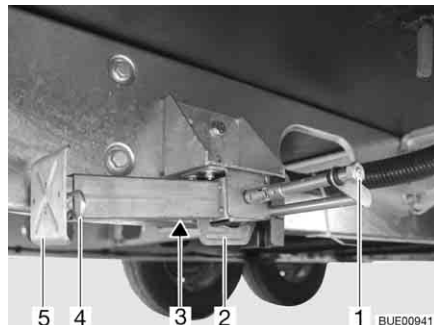

Fig. 34 Apoyo de elevación
- Colocar la llave de vaso en el hexágono (Fig. 34,1) y girarla hasta que el apoyo de elevación quede verticalmente hacia abajo.
- En caso de que la longitud del apoyo de elevación sea ajustable, extraer la clavija hendida (Fig. 34,4) de la prolongación del pie de apoyo (Fig. 34,5).
- Colocar la llave de vaso en el hexágono (Fig. 34,1) y girarla hasta que el apoyo de elevación esté de nuevo libre del suelo.
- Introducir totalmente la prolongación del pie de apoyo (Fig. 34,5) e introducir la clavija hendida (Fig. 34,4) en el orificio previsto para ello que hay en la prolongación del pie de apoyo.
- Girar el hexágono (Fig. 34,1) hasta que el apoyo de elevación se haya girado hacia arriba y la guía (Fig. 34,2) tenga contacto con el extremo de la ranura (Fig. 34,3).